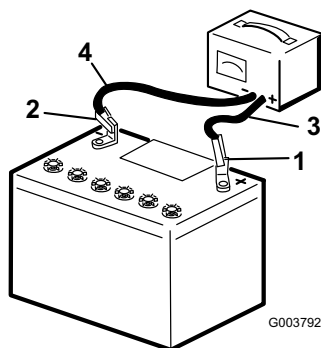

Figura 4
6. Non chiudere i tappi di sfiato e collegare un caricatore alla batteria (Figura 4), quindi lasciarla in ricarica a 4 A o meno per 4 ore (12 V). Non sovraccaricarla.
- Quando la batteria è completamente carica, staccare il caricabatterie dalla presa elettrica e scollegare i cavi di ricarica dai poli della batteria (Figura 4).